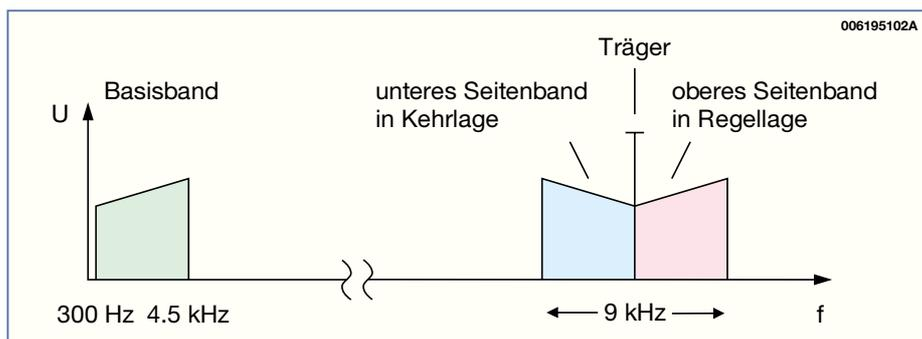

Bild 2: Spektrum der Amplitudenmodulation
Unter Amplitudenmodulation (AM) versteht man die Änderung der Amplitude eines hochfrequenten Trägers entsprechend dem zeitlichen Verlauf des Modulationssignals (Basisband). Die Modulation erfolgt im Allgemeinen durch die Wirkung einer gekrümmten Kennlinie, z. B. einer Diode oder eines Transistors. Dadurch entsteht das in Abbildung 2 dargestellte Spektrum, das neben dem Träger (hier 1 MHz) und dem Basisband (300 Hz bis 4,5 kHz) auch 2 Seitenbänder enthält, das obere und das untere Seitenband. Das obere Seitenband befindet sich in der sogenannten „Regellage“, das untere in „Kehrlage“. Regellage bedeutet, dass die höchste Frequenz des Seitenbandes auch der höchsten Frequenz des Basisbandes entspricht. In der Kehrlage ist dies umgekehrt, d. h. höchste Frequenz im unteren Seitenband entspricht niedrigster Frequenz des Basisbandes. Durch die beiden Seitenbänder wird insgesamt eine Bandbreite von 9 kHz belegt. Die Information des Basisbandes ist in jedem der beiden Seitenbänder enthalten. Die normale Amplitudenmodulation hat folgende Nachteile: